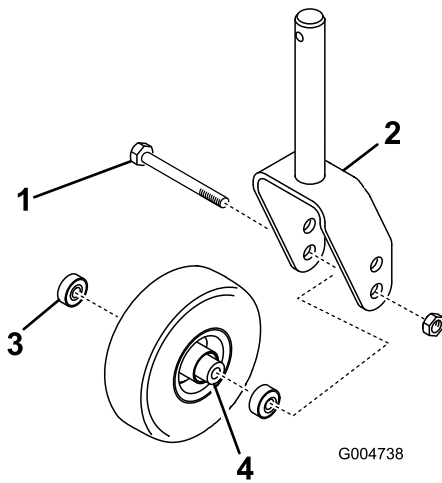
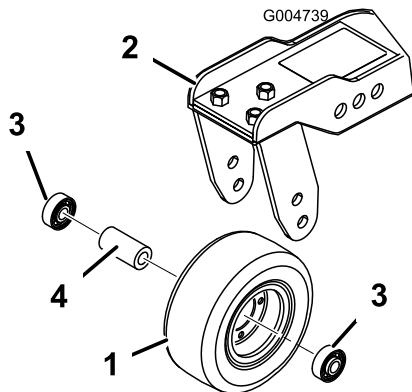

Figura 82
Figura 83
1. Retire la contratuerca del perno que sujeta el conjunto de la rueda giratoria entre la horquilla (Figura 82) o al brazo de pivote (Figura 83).
2. Retire el cojinete de la rueda y deje que se caiga el suplemento del cojinete (Figura 82 y Figura 83).